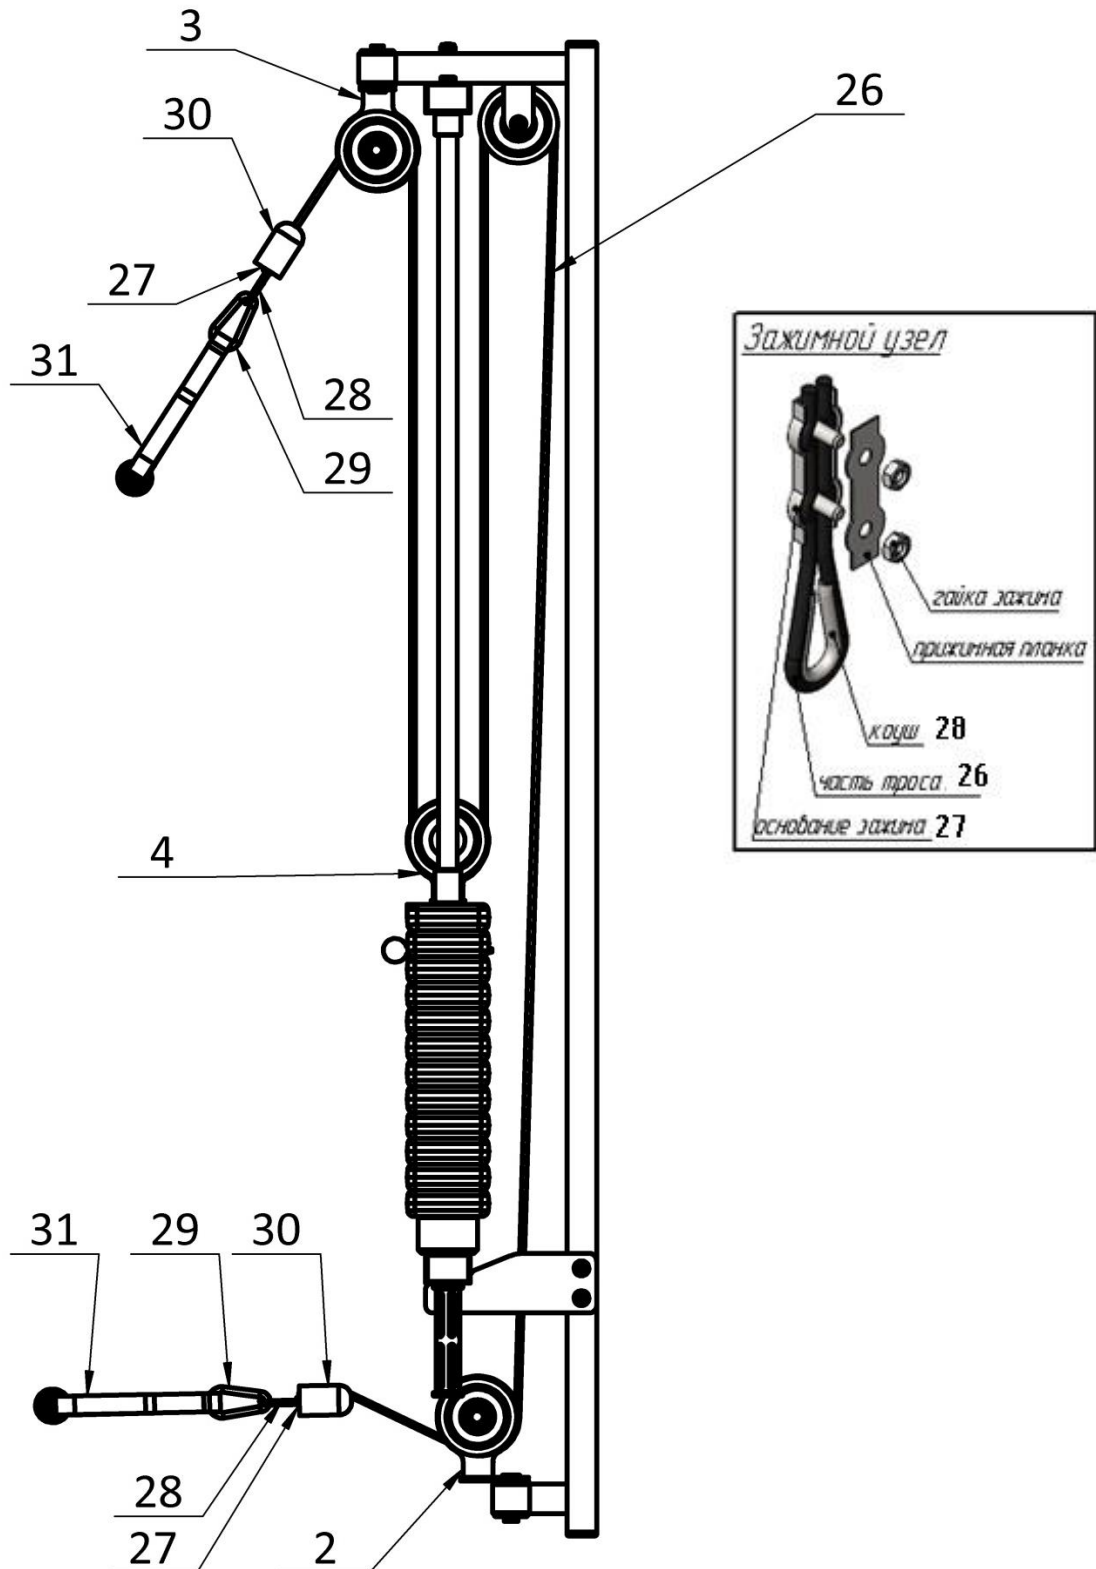

Рис.4
4. Установите трос (26) согласно схеме:
а) свободный конец троса (26), проденьте в отверстие ограничителя троса (30); затем вложите трос в зажим Duplex (27), обогнув два болта с одной стороны; далее оберните трос вокруг коуша (28) и вернитесь в зажим (27), снова обогнув болты, но с другой стороны. Затяните как можно сильнее планку зажима (27). Зафиксированный конец троса скрепите с ручкой тяги (31) при помощи карабина (29) (рис.4).
в) второй свободный конец зажимается в зажим Duplex (27) и крепится к ручке тяги (31) аналогично порядку (а). (Рис. 4).